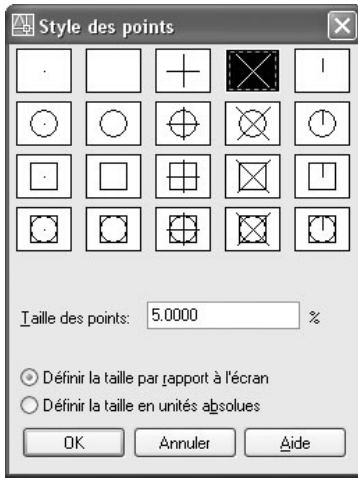

Fig.4.41
- 1 Exécuter la commande de définition du style à l'aide d'une des méthodes suivantes (fig.4.41) :